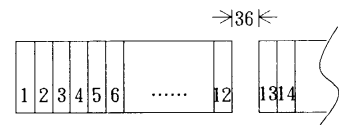

Abb. 1
- ① Bei horizontaler Aufstellung für jede 12-Kanal-Einheit Platz für 1 Punkt schaffen. (Abb. 1)